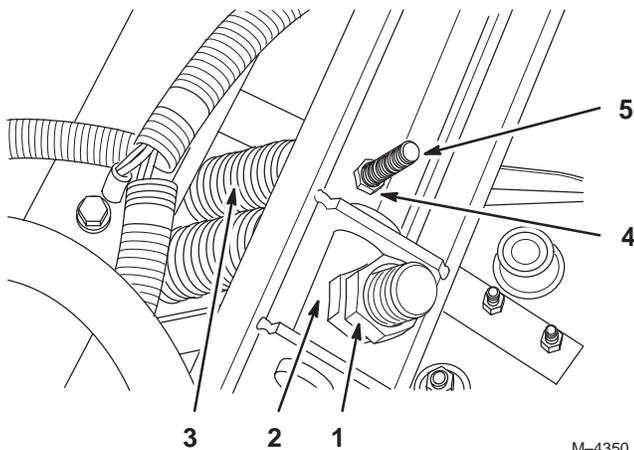

Bild 31
3. Messen Sie den Abstand zwischen den Zylinderklemmmuttern und dem Zylindergelenkstift (Bild 31). Diese Entfernung muss ungefähr 5,7 cm betragen.